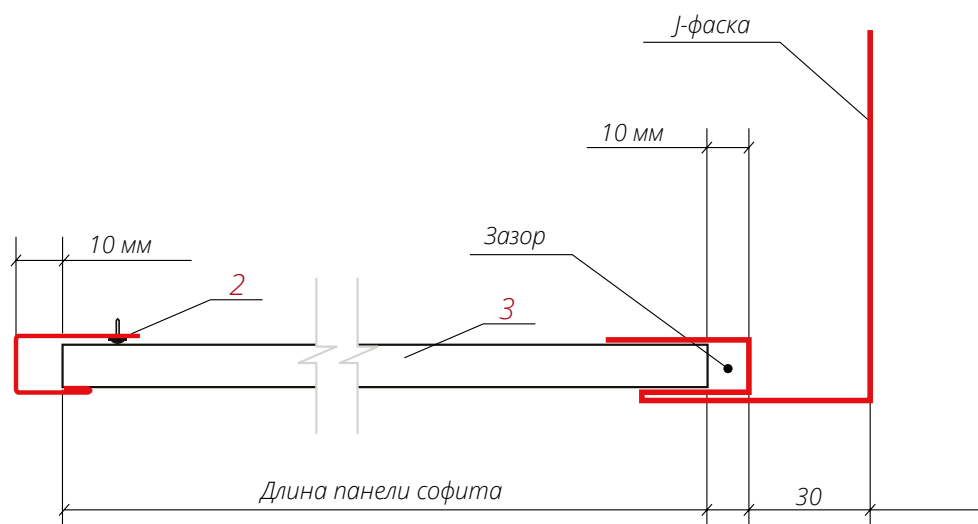

Рис. 13
■ Заведите подготовленную панель 3 до упора в паз П-образной планки 2, второй край вставьте в паз J-фаски 1. Сдвиньте панель на середину пазов и закрепите саморезами (рис. 13).